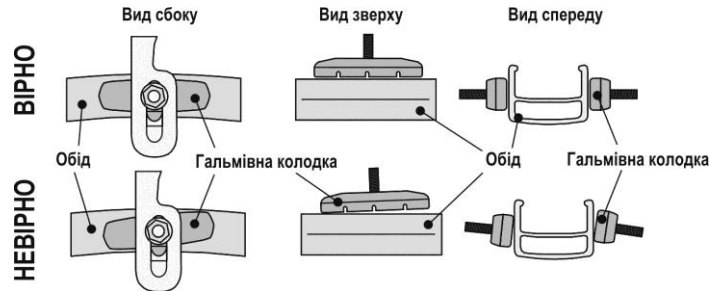

Рисунок 8. Розташування гальмівних колодок.
- Встановити гальмівні колодки таким чином, щоб гальмівна поверхня колодки була паралельна гальмівній поверхні ободу і розташовувалася точно її середньої лінії (рис. 8);
- Здійснюючи візуальні методи контролю, встановити каліпер дискового гальма таким чином, щоб гальмівна поверхня колодок була повністю паралельна площині гальмівного диску (рис. 8).